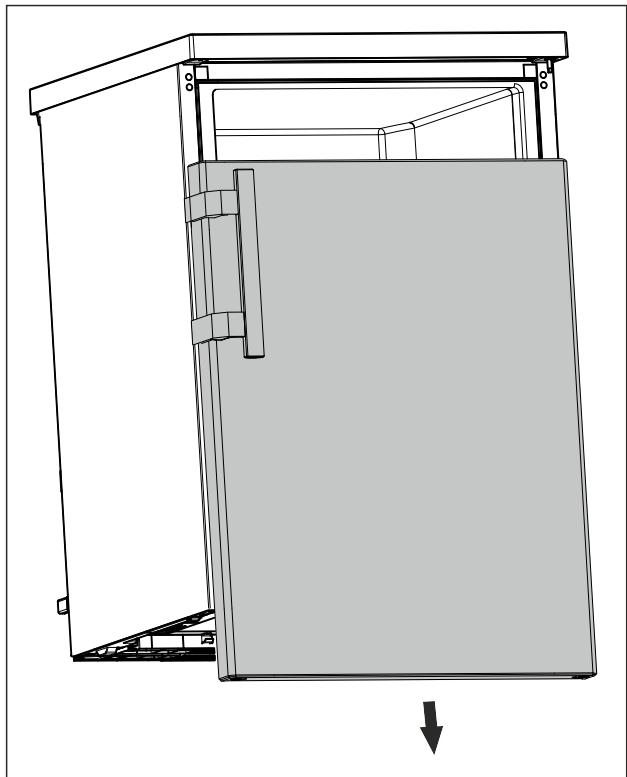

Fig. 13
- Снимите дверь движением вниз. (см. *Fig. 13*)